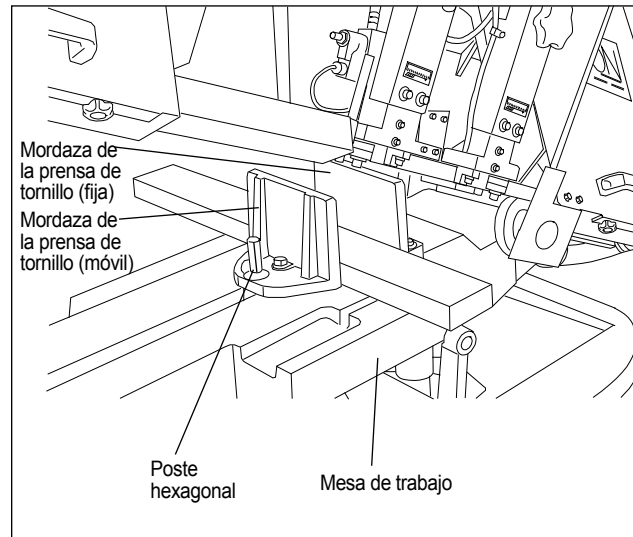

Figura 9: Sujeción de la pieza de trabajo
2. Ponga la pieza de trabajo contra la mordaza fija (vea la Figura 9).
(vea la Figura 9)
2. Gire en sentido antihorario la manija de bloqueo que está sobre el bloque circular de fijación de ángulos para liberar el bloque. Deslice el bloque hasta que el puntero del bloque esté alineado con el ángulo deseado (vea la Figura 9). Apriete la manija de bloqueo para fijar el ángulo.